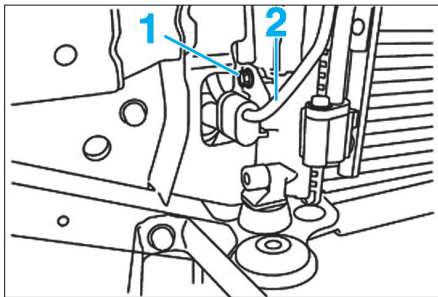

Fig. 9
- la vis (1) (Fig.9),
- Désaccoupler le tuyau (2)